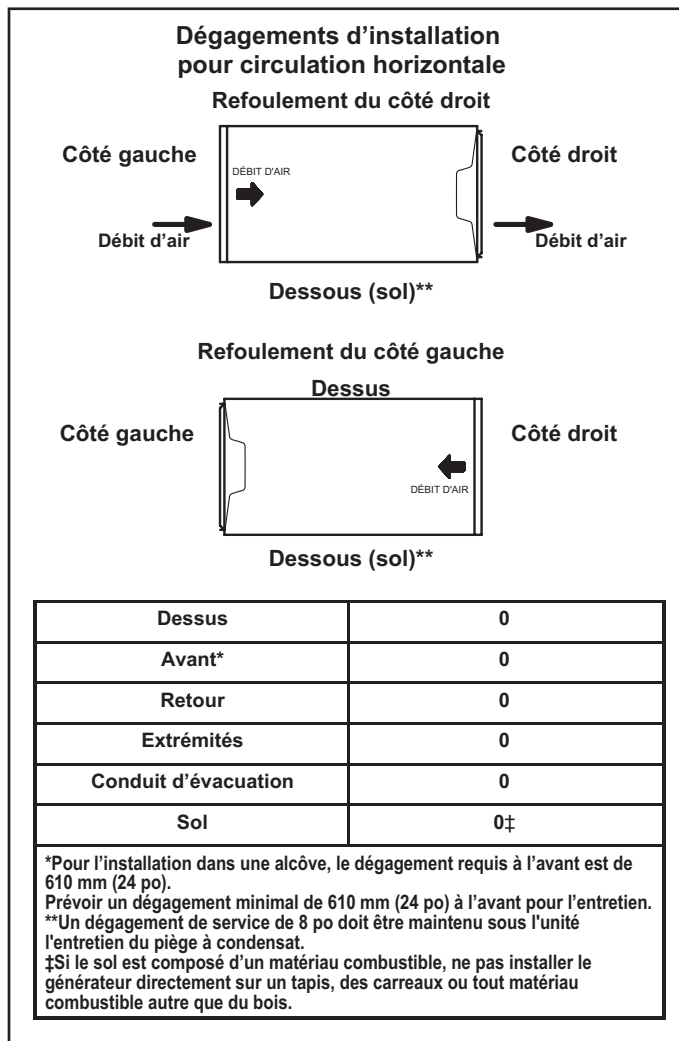

Figure 17
Le EL297UHV peut être installé à l'horizontale avec refoulement de l'air à droite ou à gauche. Voir la Figure 17 pour les dégagements prescrits pour les configurations horizontales.
- 1 - Sélectionner l'emplacement de l'unité en tenant compte des dégagements d'entretien et des autres dégagements nécessaires. Voir Figure 17.